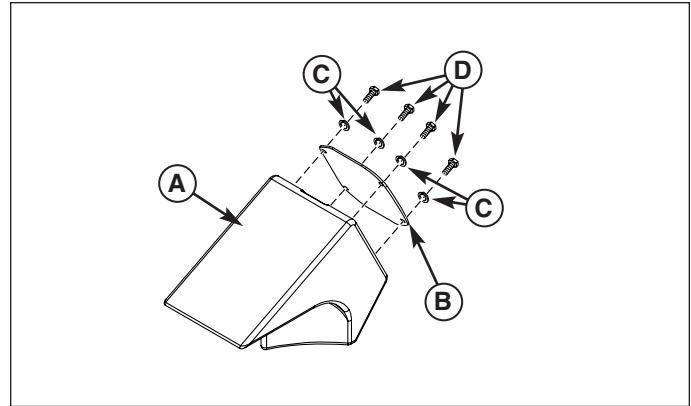

Abbildung 14. Einbau Platte
1. Die Platte (B, Abbildung 14) mit 1/4-20 x 3/4 Kopfschrauben (A) und 1/4 Sicherungsscheiben (D) am Mulchstopfen (C) befestigen.